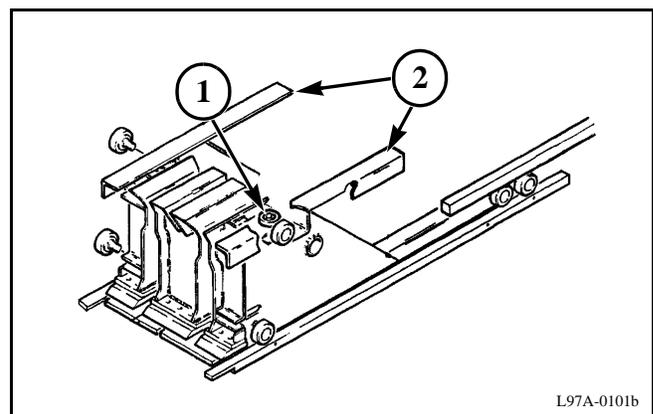

FIG. 30
FIG. 30: Afloje el perno para cada rodillo de ajuste horizontal (1). Mueva cada rodillo de ajuste horizontal hacia afuera para que toque el riel (2) al lado del rodillo.